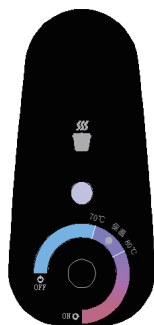

图1)
5. 内锅内加入六至七成满清水（或汤汁），用干抹布抹净锅底及加热盘水渍，确保干燥后，接通电源，将电源开关调至“ON”档，将温度控制旋钮按顺时针方向旋转至最高档位“强档”，等待加热沸腾（如右图1；使用新锅时，应先用清水煮沸一至两次，以清除异味。